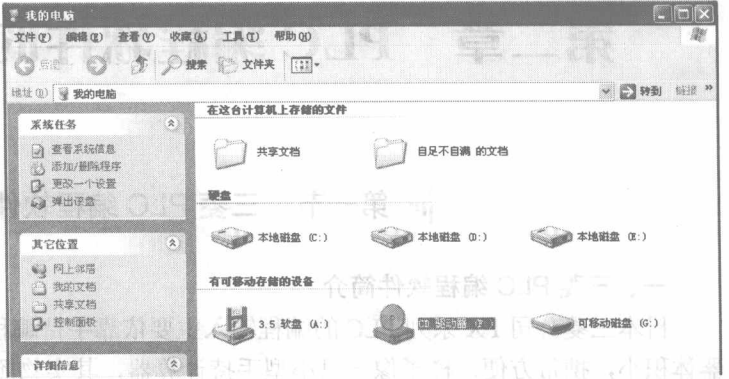

图 2-3 打开光盘
(2) 把存放三菱 PLC 编程软件的文件夹打开，如果是通过存有三菱 PLC 软件的光盘来获取软件，就先把光盘放入光驱，点出“我的电脑”，如图 2-3 所示，双击光驱打开光盘。